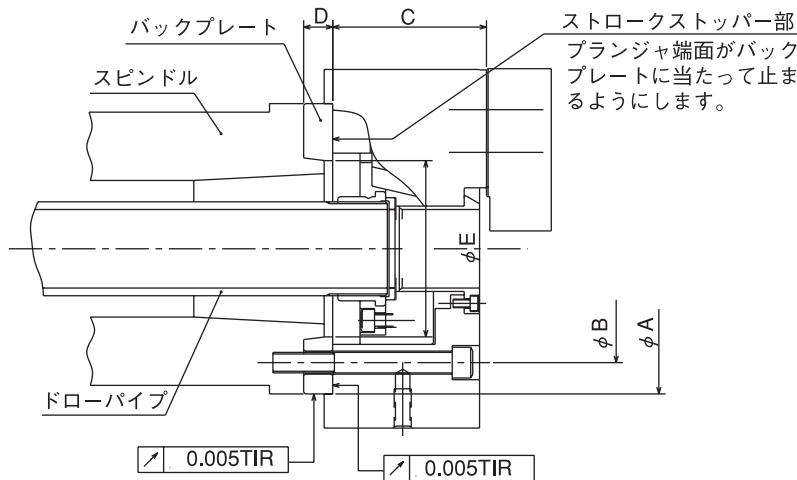

図 17
- 図17はJISショートテーパ規格の場合である。
- バックプレートはプランジャナットを引いた際に、プランジャナット端面がバックプレートに当たって止まるような寸法（図17の寸法φE）とすること。ストロークが規定よりも大きくなると、チャックの破損や把握不良の原因となる。